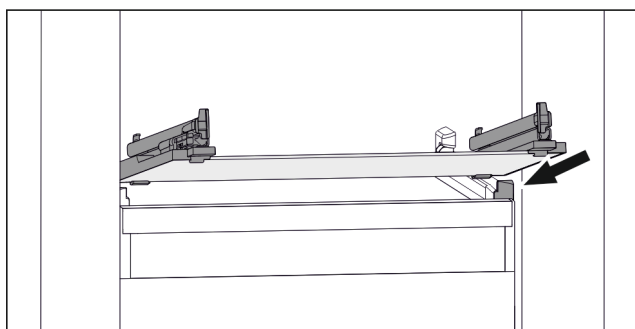

Fig. 110 Reprezentare exemplificativă a plăcii de sticlă
- ▶ Așezați placa de sticlă oblic în spatele opritoarelor. (vezi Fig. 110)